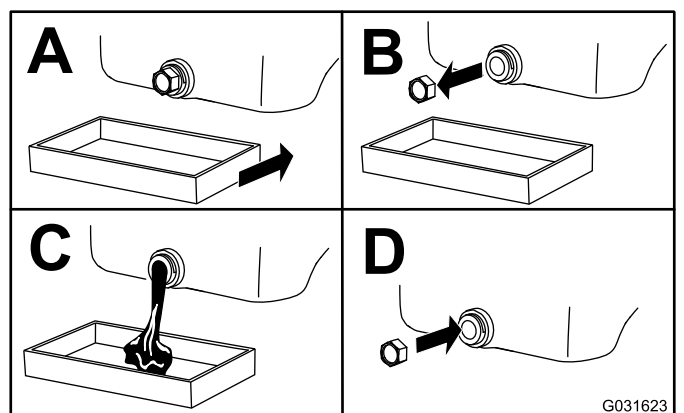

Figura 38
4. Mude o óleo do motor como se mostra na Figura 38.